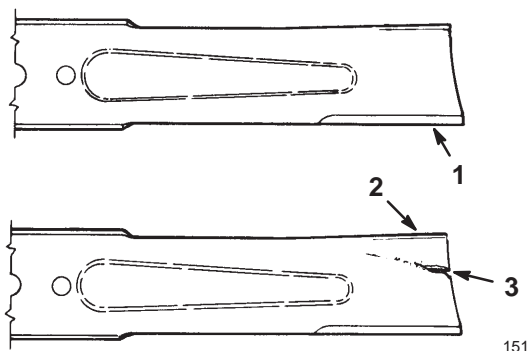

Bild 33
2. Untersuchen Sie die Schnittkanten (Bild 33). Bauen Sie, wenn die Kanten nicht scharf sind oder Kerben aufweisen, die Schnittmesser aus und schärfen Sie sie. Siehe „Schärfen der Schnittmesser“ auf Seite 32.
3. Untersuchen Sie die Schnittmesser, insbesondere den gebogenen Bereich (Bild 33). Montieren Sie, wenn Sie Schäden, Verschleiß oder Rillenbildung in diesem Bereich feststellen (Bild 33), sofort ein neues Schnittmesser.